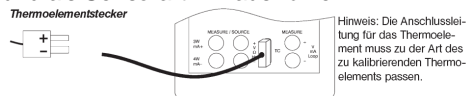

Abb. 7. Messung der Temperatur an den Thermoelementklemmen
1. Die Leitungen des Thermoelements am Thermoelement-Ministecker anschließen und den Stecker in den Eingang/Ausgang des Kalibrators wie in Abb. 7 einführen.